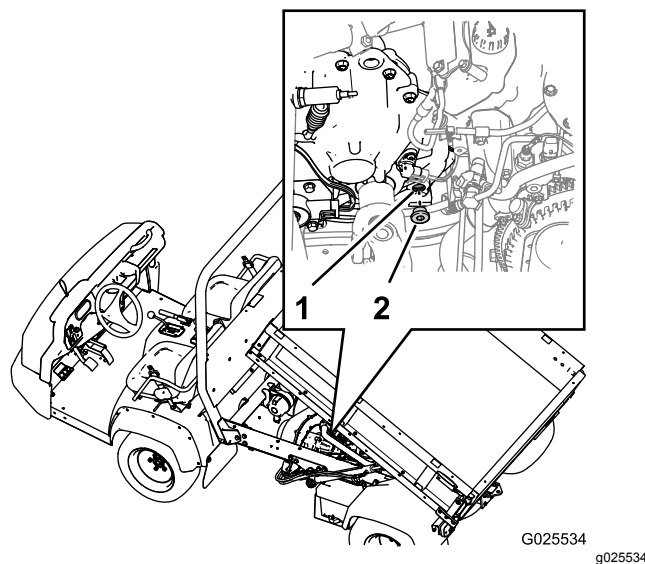

Figura 65
1. Posizionate il tappo di riempimento nell'area interna inferiore dietro la trasmissione (Figura 65).
3. Ruotate il tappo in senso antiorario e rimuovetelo dal foro di riempimento nella trasmissione (Figura 65).
sia a filo con la base della filettatura nel foro (Figura 65).
6. Montate il tappo di riempimento sulla trasmissione e serratelo manualmente (Figura 65).